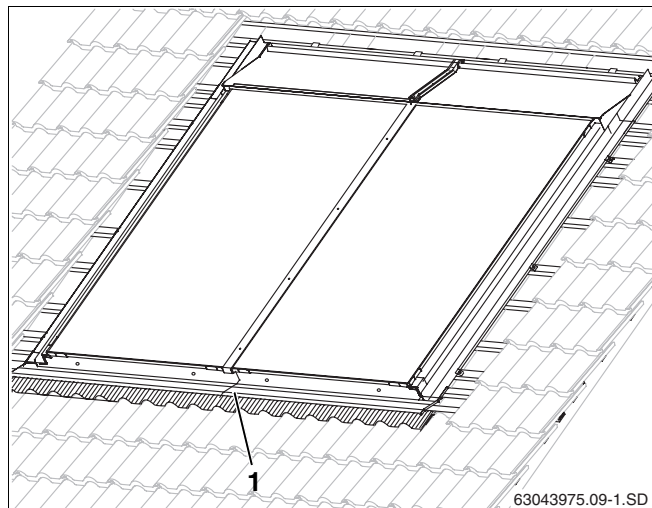

Fig. 41 Tôles de recouvrement montées tout autour
Lorsque le montage est horizontal, les tôles de recouvrement inférieures, supérieures et centrales ne se chevauchent pas entre deux capteurs (fig. 41, **pos. 1**), mais au milieu d'un capteur.